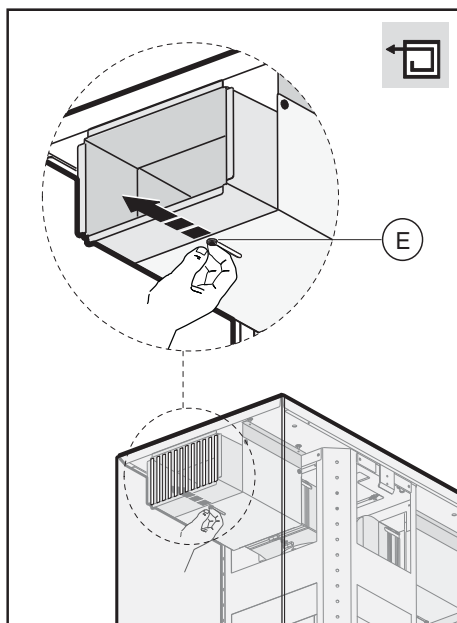

Fig.13
- Para a **versão filtrante**, uma vez fixada a chaminé na estrutura, empurre para o lado externo os deflectores Dir e Esq **E**, colocando-os na direção das grades de saída do tubo, atuando nas respectivas abas (Fig. 13).